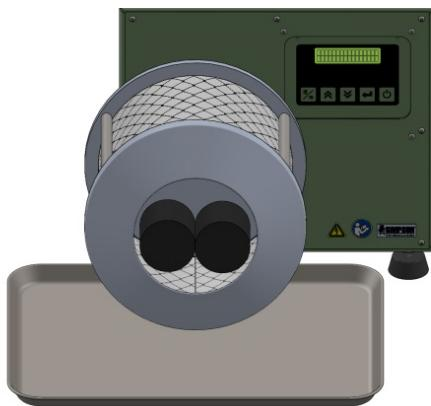

Рисунок 4: Узел вращающегося барабана установлен на прибор
4. Теперь сборка прибора для определения осыпаемости завершена (Рис. 4).